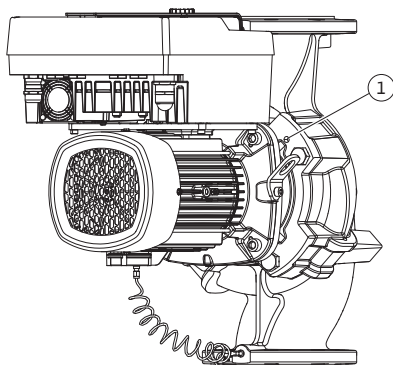

Fig. 10: Pressionar a unidade de impulsor motor através dos orifícios roscados
- Afastar a unidade de impulsor motor (ver Fig. 4) do corpo da bomba. Existem duas abordagens diferentes para o modelo da bomba (ver Fig. I ... Fig. IV). Para o modelo da bomba (Fig. III e Fig. IV) desapertar os parafusos (pos. 29). Utilizar os dois orifícios roscados que se encontram ao lado (Fig. 10, pos. 1) e utilizar os parafusos adequados disponibilizados no local (por exemplo, M10 x 25 mm). Utilizar para o modelo da bomba (Fig. I e Fig. II) os dois orifícios roscados M10 (Fig. 104). Para tal, utilizar os dois orifícios roscados e parafusos adequados disponíveis no local (p. ex. M10 x 20 mm). Para pressionar também podem ser utilizadas as ranhuras (Fig. 104, pos. 2).